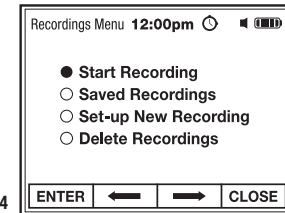

Fig. 4
- From Recordings Menu (Fig. 4), select and ENTER Saved Recordings (Fig. 13).
1. Desde el Menú de Grabaciones, seleccione e INGRESE “Iniciar una Grabación Nueva” (Fig. 4).
1. From Recordings Menu, select and ENTER Delete Recordings (Fig. 4).